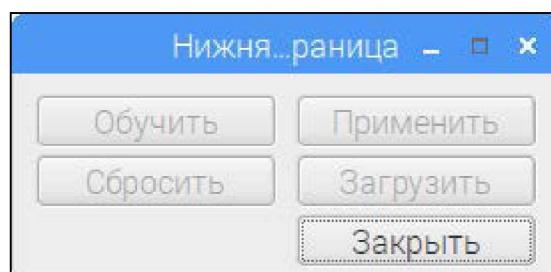

Рисунок 10 – Вид окна «Нижняя граница»
1. Установите значение нижней границы измерения ленты конвейера,бросив уже установленную нижнюю границу. Для этого в основном меню выберите вкладку «Настройка» и откройте меню «Нижняя граница». В появившемся окне (рисунок 10) нажмите кнопку «Сбросить».
4. В основном меню перейдите на вкладку «Настройка» и выберите меню «Нижняя граница». В появившемся окне (рисунок 10) нажмите кнопки в следующей последовательности: «Обучить», «Применить», «Закрыть». На экране отобразится линия нижней границы (рисунок 12).
7. Снимите калибр и площадку с конвейера. Перейдите на вкладку «Настройка» и выберите меню «Нижняя граница», в появившемся окне нажмите кнопку «Сбросить» (рисунок 10).
2. Перейдите на вкладку «Настройка» и выберите меню «Нижняя граница». В появившемся окне (рисунок 10) нажатием кнопки «Обучить» установите значения точек контура нижней границы ленты нагруженного конвейера. Нажмите кнопки «Применить» и «Закрыть».